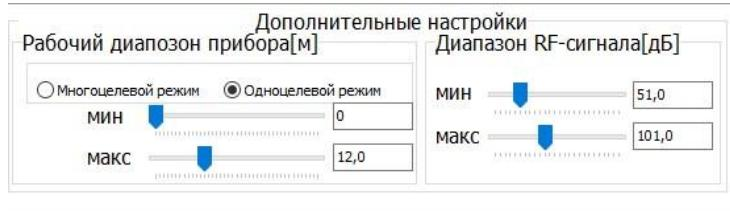

Рис.28 - Поле «**Дополнительные настройки**».
7.7.7 В поле «**Дополнительные настройки**» (рис.28) устанавливается режим работы уровнемера – «**Многоцелевой режим**» или «**Одноцелевой режим**», установкой ползунков вводятся минимальное и максимальное значения измеряемой дистанции, а также диапазон зондирующего сигнала в децибеллах. При изменении минимального и максимального значения измеряемой дистанции (рабочего диапазона прибора) изменяется масштаб окна, выделенного зеленым цветом в левой графической области.